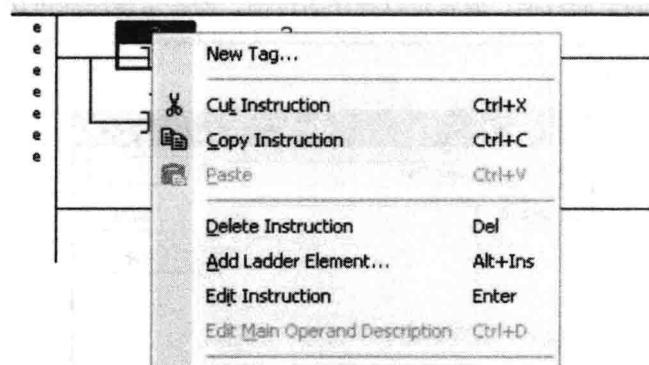

图 1-20 弹出的新建标签菜单
- 首先将创建标签 Motor_Start。右键单击首个 XIC 指令的？并选择“新建标签”（New Tag），如图 1-20 所示。